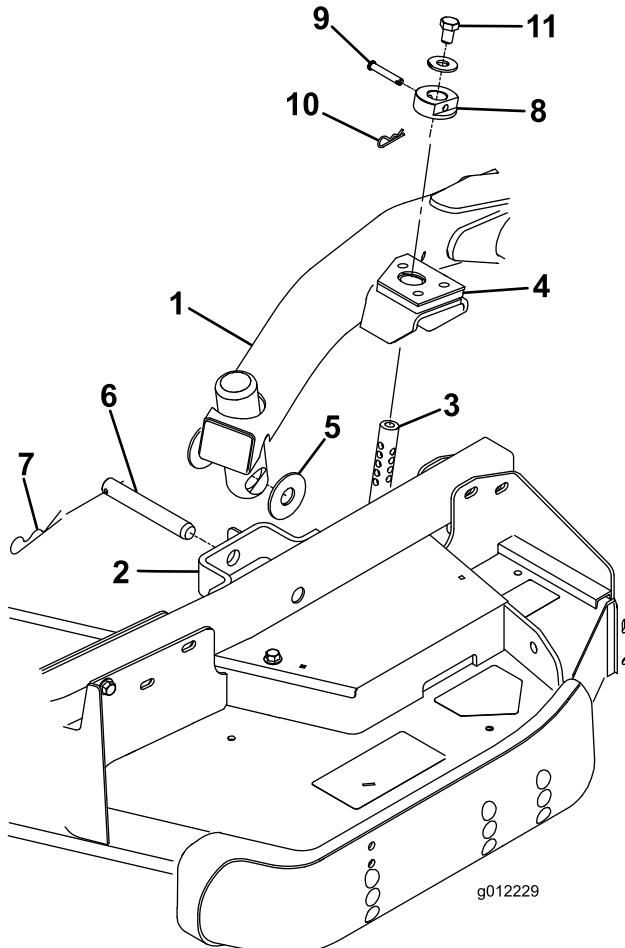

Figura 23
4. Mueva la palanca de elevación a la posición Flotar. Empuje hacia abajo uno de los brazos de elevación hasta que los taladros del brazo de elevación estén alineados con los taladros del soporte del brazo de la rueda giratoria y pueda introducirse la varilla de ajuste de la altura de corte en los alojamientos del brazo de elevación (Figura 23).
5. Fije el brazo de elevación al brazo de la rueda giratoria con (2) arandelas de empuje, un pasador y un pasador de horquilla. Coloque las arandelas de empuje entre el brazo de elevación y el soporte del brazo de la rueda giratoria (Figura 23). Introduzca el extremo del pasador de horquilla en la ranura de la pestaña del brazo de la rueda giratoria para retener el pasador.
9. Instale los collares de ajuste de la altura de corte sobre las varillas de ajuste de la altura de corte y fíjelos con los pasadores y los pasadores de horquilla (Figura 23). Oriente la cabeza del pasador hacia la parte delantera de la plataforma.
10. Instale un perno de $1/2 \times 3/4$ pulgada y una arandela en la parte superior de cada varilla de ajuste de la altura de corte (Figura 23).